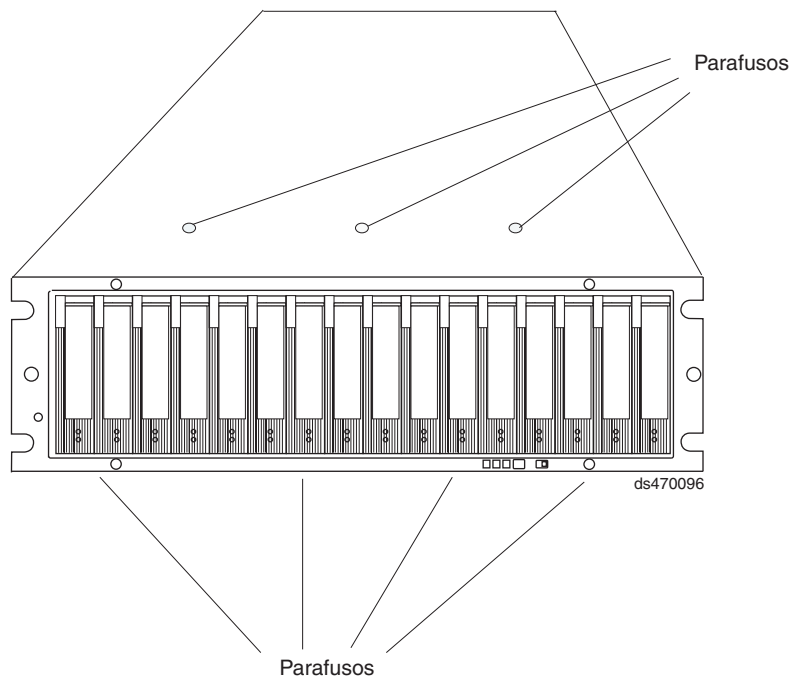

Figura 87. Parafusos que prendem as partes de cima e de baixo do chassi ao quadro
Coloque-o em uma superfície nivelada. Procure uma fileira de três parafusos Phillips na parte de cima do chassi e uma fileira de quatro parafusos Phillips na parte de baixo do chassi, conforme mostrado na Figura 87 na página 168. Remova os sete parafusos Phillips utilizando a chave Phillips número 1. Guarde esses parafusos.
17. Instale os sete parafusos Phillips (três na parte superior e quatro na parte inferior) que prendem o quadro frontal ao chassi do EXP810 removido na etapa 12 na página 167, conforme mostrado na Figura 87.